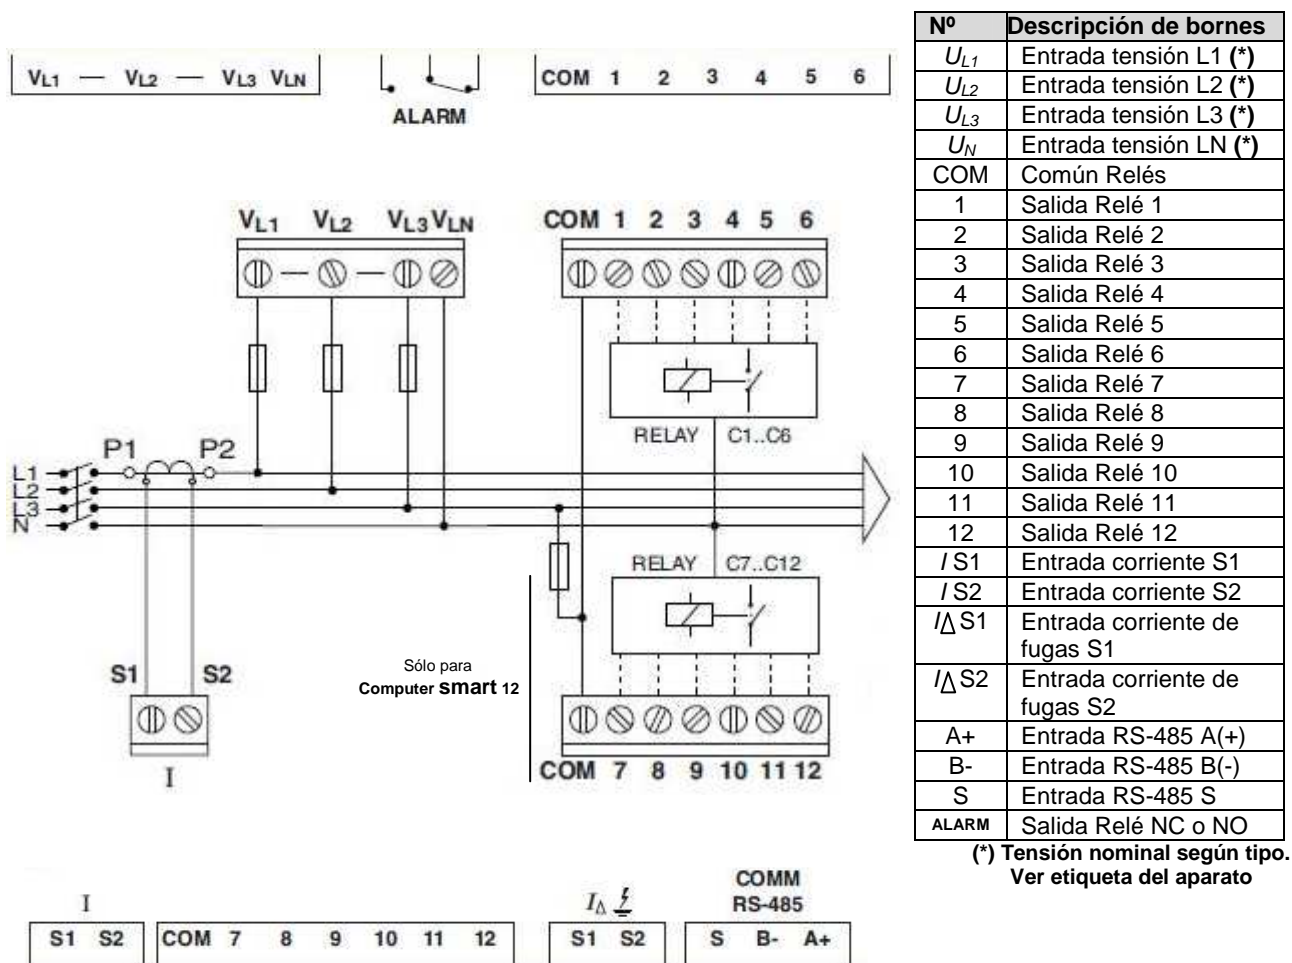

Fig. 2.2.- Esquema de conexiones del Computer Smart 6 / 12
El transformador de corriente (TC) debe colocarse preferentemente en la fase L1, mientras que las tomas de tensión se deben conectar a las fases L1, L2 y L3 (ver esquema en la fig. 2.2). Deben respetarse las conexiones de P1, P2, S1 y S2 que se indican en los esquemas antes indicados. En caso de no respetar la forma de conexión indicada, deberá ajustarse la fase siguiendo el procedimiento del apartado 5.5.